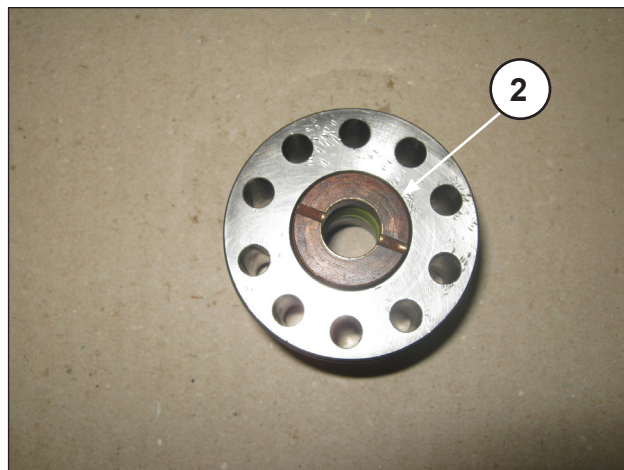
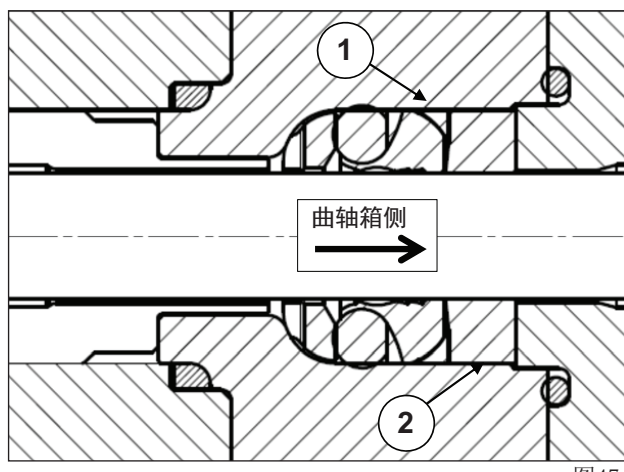
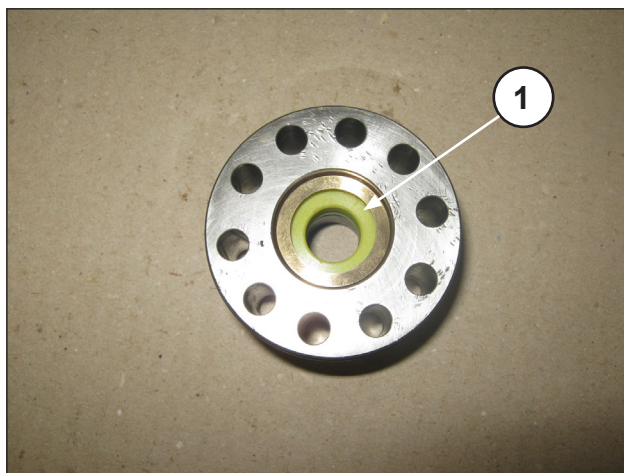

图46
图47
图45
- B) 在内径涂抹油脂时，必须格外小心地填满密封唇之间的所有唇袋，如图 图45所示。
— 插入抗挤压环①和密封圈衬套②，定位如图45、图46、图47所示。
密封圈衬套②插入泵缸套时，排出口必须朝向外部（曲轴箱侧），如图47的图46所示。